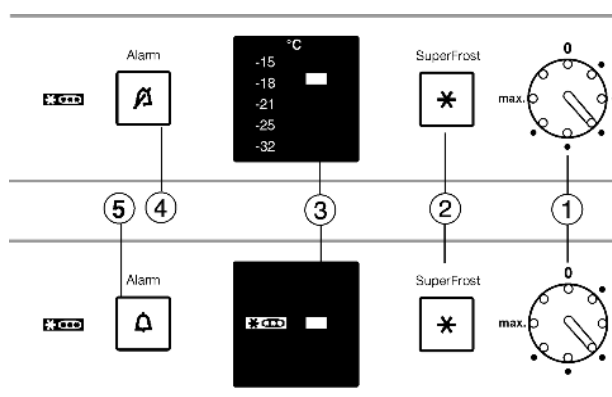

Fig. 2
- ▶ Temperatuurregelaar *Fig. 2 (1)* met een munt naar rechts draaien.
- ▶ Toets Alarm *Fig. 2 (4)* indrukken.